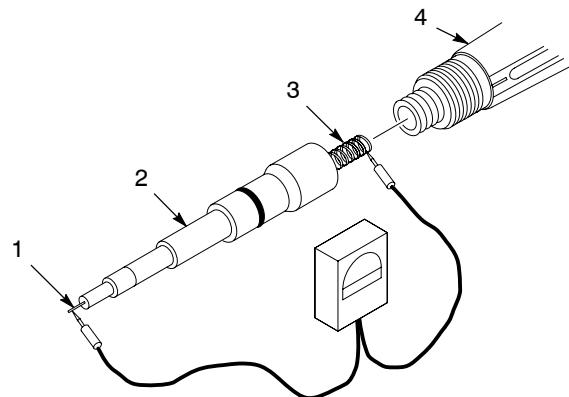

Рис. 5 Проверка сопротивления узла умножителя/резистора
- См. рис. 5. Вывернуть резисторный насадок (2) из умножителя (4).